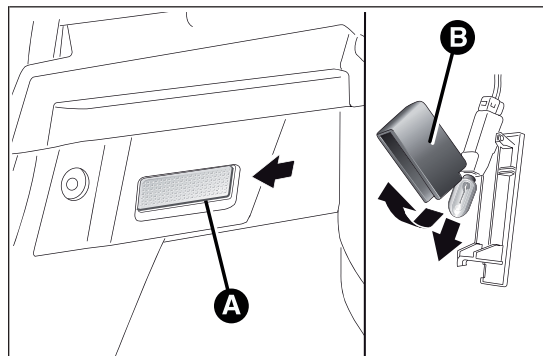

fig. 131
- ☐ abrir el maletero y extraer el plafón A fig. 131 actuando en el punto que indica la flecha;